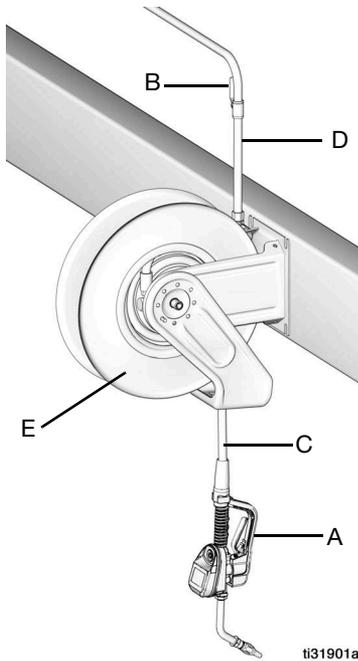

ABB. 6
Die in ABB. 6 gezeigte typische Installation ist nur eine Richtlinie. Es handelt sich nicht um eine vollständige Systemauslegung. Kontaktieren Sie Ihren Graco-Händler zwecks Unterstützung bei der Planung eines Systems, welches Ihren Anforderungen gerecht wird.
2. Das Absperrventil (B) schließen, siehe ABB. 6, Seite 9.
1. Das Materialabsperrentil (B) an allen Abgabestellen schließen, siehe ABB. 6, Seite 9.
4. Öffnen Sie langsam das Absperrventil (B) an der Abgabestelle. Eine ausreichende Menge an Öl herauspülen, um sicherzustellen, dass das gesamte System gereinigt wurde; dann das Ventil schließen.